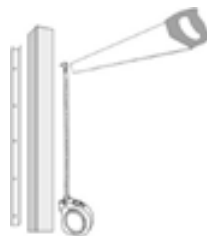

Рис.1
- 2.4. Отрежьте нужной длины монтажные планки и рейки (рис.1)